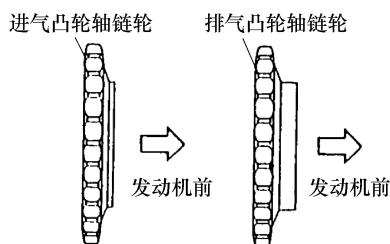

图 3-117 安装进排气凸轮轴链轮
① 确保左右进气凸轮轴第 2 链轮上的正时标记与凸轮轴链条标记对准。
② 加新的发动机机油润滑凸轮轴链轮螺栓和螺纹。
8) 安装进排气凸轮轴链轮、注意不要弄混(两者厚度不同)，如图 3-117 所示。